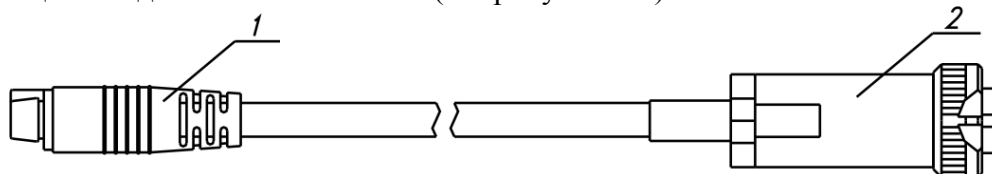
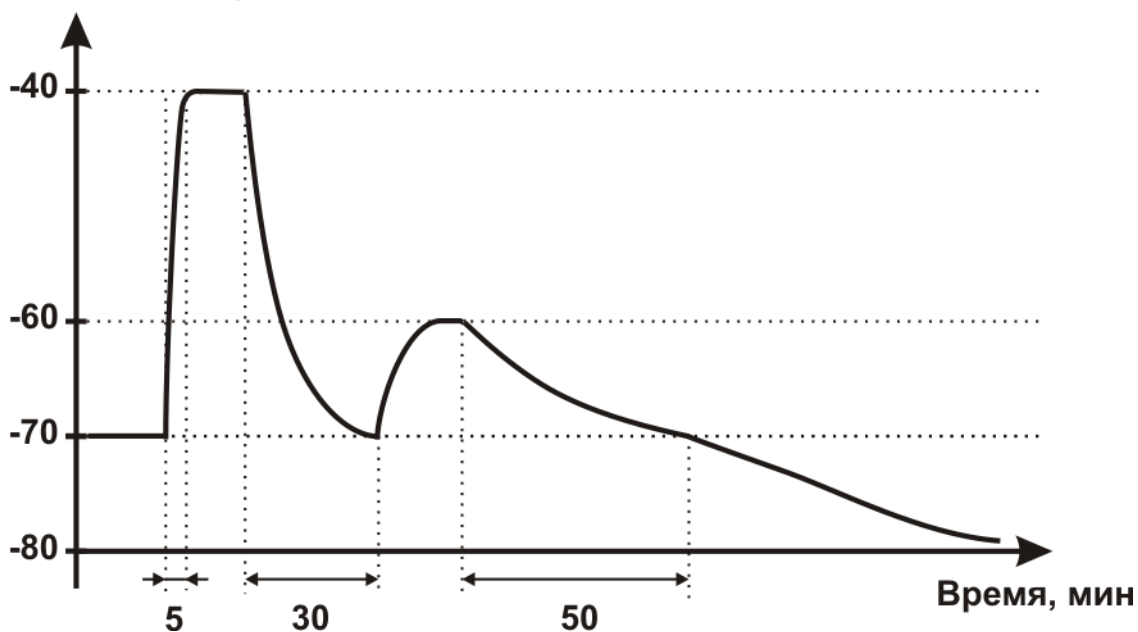

Рисунок 3.3 Соединительный кабель для измерительных преобразователей, приведенных в **ПРИЛОЖЕНИИ Б**
Рисунок 3.4 Время установления показаний при измерении точки росы газа.
Преобразователи при необходимости подключаются к измерительному блоку с помощью соединительного кабеля (см. рисунок 3.3) в зависимости от исполнения.
Время установления показаний при измерении точки росы газа в значительной степени зависит от расхода анализируемого газа, а также от конструктивных особенностей газовых магистралей (устройств), в которых производятся измерения. Как правило, время установления показаний при уменьшении влажности и при её увеличении значительно отличаются (в таблице 3.1 приведены приблизительные данные для измерений при уменьшении влажности анализируемого газа). В случае увеличения уровня влажности, время установления показаний, как правило, в 5-10 раз меньше приведенных в таблице значений, см. рисунок 3.4.
- 4.3** Подключить измерительный преобразователь влажности к газовой магистрали одним из способов указанных в **ПРИЛОЖЕНИИ В**. Соединить измерительный блок и измерительный преобразователь, при необходимости, воспользовавшись кабелем-удлинителем (см. рисунок 3.3) или соединительным кабелем (см. рисунок 3.4) в зависимости от исполнения преобразователя. В случае если анализируемая среда предполагает содержание механической пыли, паров масла принять меры по их устранению.